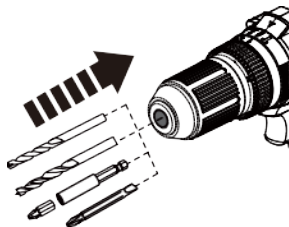

Fig. 4
2. Insérez le foret/l'embout jusqu'en butée (Fig. 4). Si vous utilisez un embout de vissage de 25 mm, insérez-le dans un porte-embout.